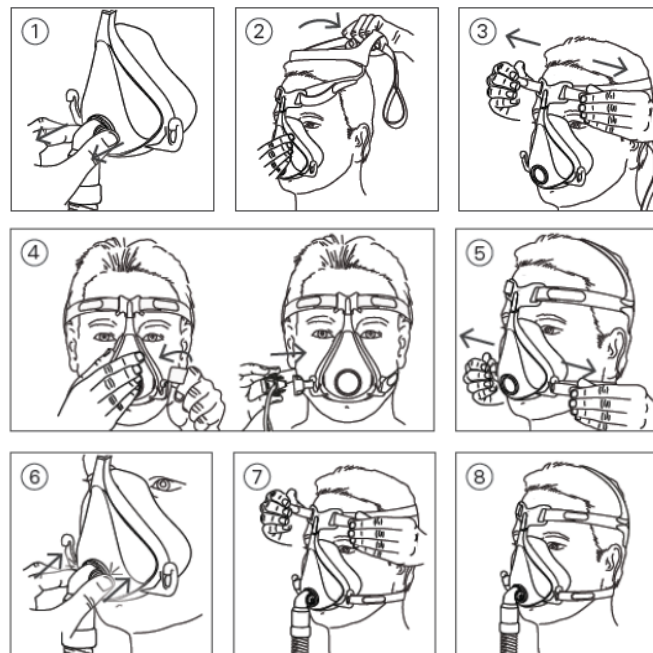

図1-装着方法
- (1) 本マスク装着前にエルボーのサイドボタンを押して、クッションからエルボーを取り外す。(図 1-①参照)
- (2) ヘッドギアの下部ヘッドギアストラップを両方とも外した状態で、顔にしっかりとクッションを当て、ヘッドギアを頭からかぶる。ヘッドギア装着時にヘッドギアのロゴが外側を向いていることを確認する。(図 1-②参照)
- (3) ヘッドギアの上部ヘッドギアストラップを固定する面ファスナーを一旦外し、クッションが安定して図のような位置に来るまで上部ヘッドギアストラップを均等に引いてから留め直す。面ファスナーを再度取り付ける。(図 1-③参照)
- (4) 両側の下部ヘッドギアストラップが耳の下に来るようにして、下部ヘッドギアフックに下部ヘッドギアストラップとクイックリリースクリップを留める。(図 1-④参照)
- (5) 下部ヘッドギアストラップについても(3)と同様の手順を繰り返す。(図 1-⑤参照)
- (6) 換気を開始し、エアチューブを接続したエルボーを、サイドボタンを押しながらフレームにはめ込む。(図 1-⑥参照)
- (7) 上部ヘッドギアストラップの面ファスナーを一旦外し、クッションが安定して図のような位置に来るまで上部ヘッドギアストラップを均等に
引いてから留め直す。このとき締めすぎに注意すること。(図 1-⑦ 参照)
- (8) 最終的に図 1-⑧のように装着する。ヘッドギアのロゴは必ず外側になるようにすること。